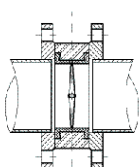

рис. 1
1. Для монтажа межфланцевых дисковых затворов GROSS в системах из стальных труб следует использовать стальные приварные встык (воротниковые) фланцы по ГОСТ 33259-2015 соответствующего условного диаметра для всех типоразмеров затворов. ПРИ МОНТАЖЕ ЗАТВОРОВ УСТАНОВЛИВАТЬ ПРОКЛАДКИ МЕЖДУ ЗАТВОРОМ И ФЛАНЦЕМ НЕ ДОПУСКАЕТСЯ. Использовать стальные плоские приварные фланцы по ГОСТ 12820-80 для монтажа затворов недопустимо (рис. 1).